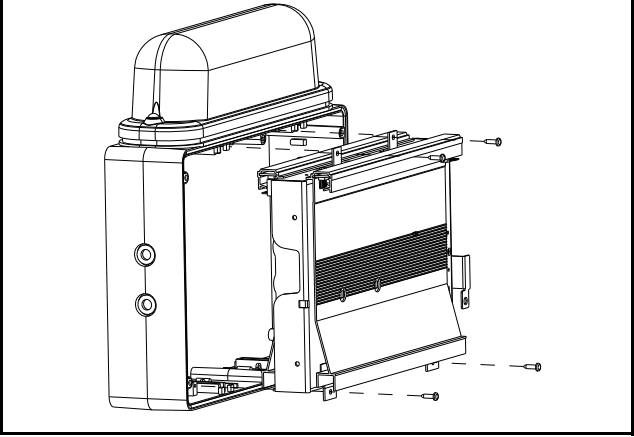

Figure 4 (double face)
- k. Pour les modèles à double face: Assurez-vous avant de remettre en place le module électronique d'installer à nouveau le diffuseur (9) en enclenchant la levre du diffuseur sous la levre du module et en vissant au bas le diffuseur au module (voir fig. 4).